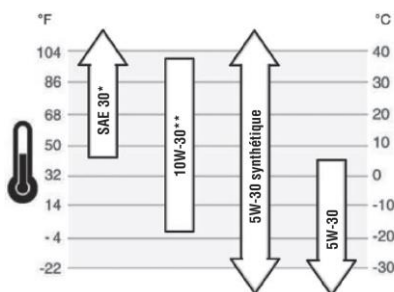

fig. 12
4. L'huile SAE 15W-40 est recommandée pour un usage général à toutes les températures. D'autres viscosités figurant dans le tableau peuvent être utilisées lorsque la température moyenne dans votre région est dans la plage indiquée (fig. 12).